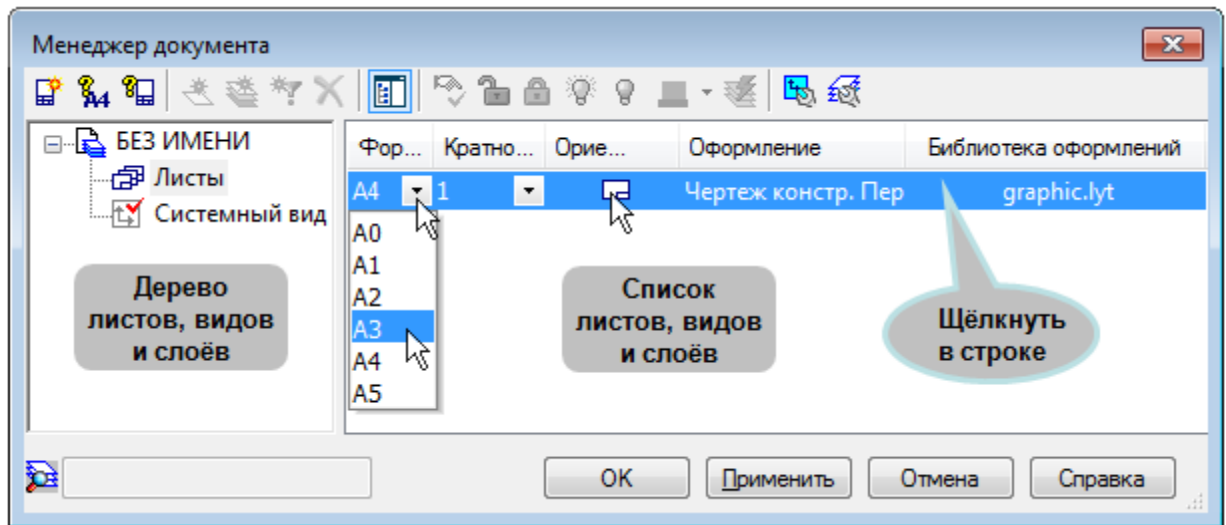

Рисунок 16
5. Щелкните на пиктограмме Ориентация для выбора горизонтальной ориентации листа (рис.16).